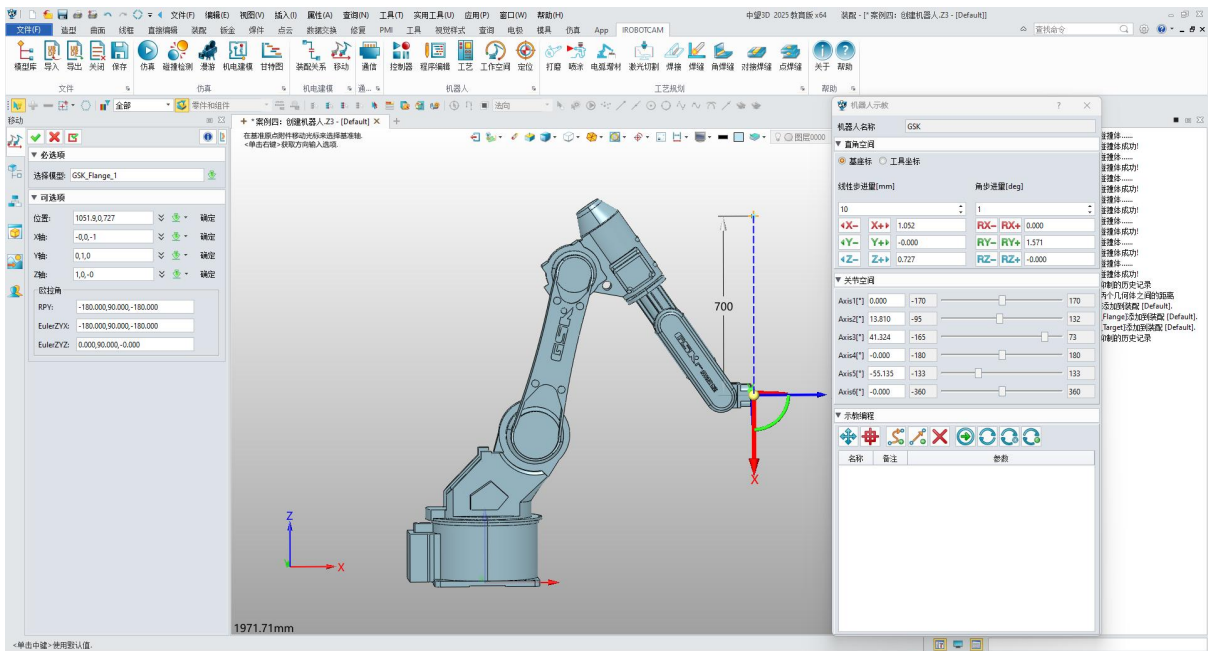

图 8-25: 拖动示教
- 右键单击创建的机器人并选择“示教机器人”（图 8-25）。